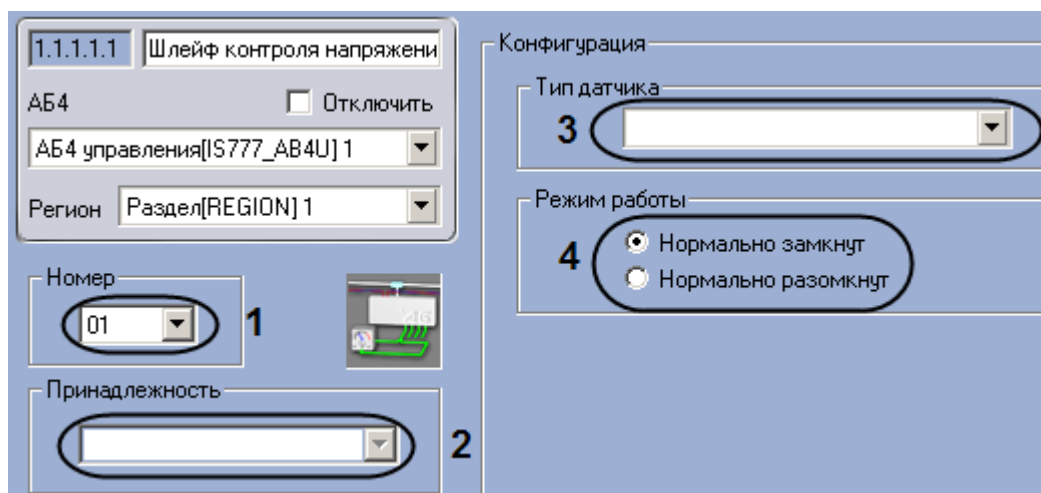

Рис. 3.8—10. Настройка шлейфа контроля напряжения
2. Из раскрывающегося списка **Номер** выбрать аппаратный адрес шлейфа контроля напряжения (см. Рис. 3.8—10, 1).
3. Из раскрывающегося списка **Принадлежность** выбрать объект **Зона пожаротушения**, к которому относится данный шлейф контроля напряжения (см. Рис. 3.8—10, 2).